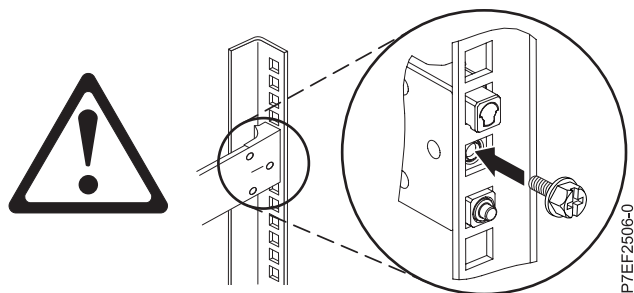

Figure 4. Réinstallation de la vis
4. Réinstallez la vis qui a été retirée à l'étape 2, à la page 4, comme illustré dans la figure 4.